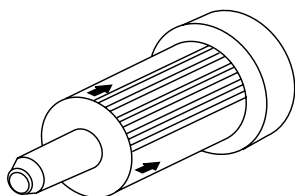

Abbildung 19. Kraftstofffilter
1. Kraftstofffilter (Abbildung 19) einmal im Jahr oder alle 300 Betriebsstunden ersetzen.